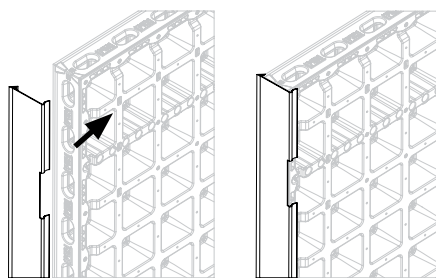
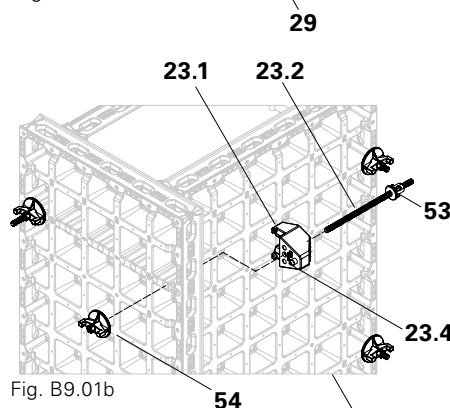

Fig. B9.01a
Fig. B9.01b
1. Fissare il profilo con smusso DUO 135 (29) a entrambi i pannelli DP 135 x 90. (Fig. B9.01a)
2. Smontare il connettore d'angolo DUO (23), avvitare il dado a tre alette (53) sul tirante d'angolo.
5. Inserire il perno in acciaio (23.4) del connettore d'angolo DUO 62 nel foro per tirante desiderato del pannello jolly. (Fig. B9.01b)
7. Utilizzando la piastra con dado (54) serrare dal retro del pannello jolly, manualmente o con la spatola DUO.